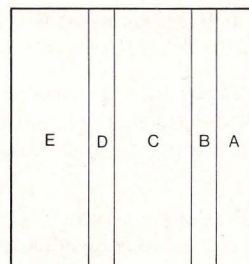

Bild 313
- (X) Vom Ausschneidebogen den Wickelkörper „MW-Spule“ ausschneiden (Bild 313).
- (X) Die gestrichelten Linien am Lineal entlang mit scharfem Messer leicht anritzen.